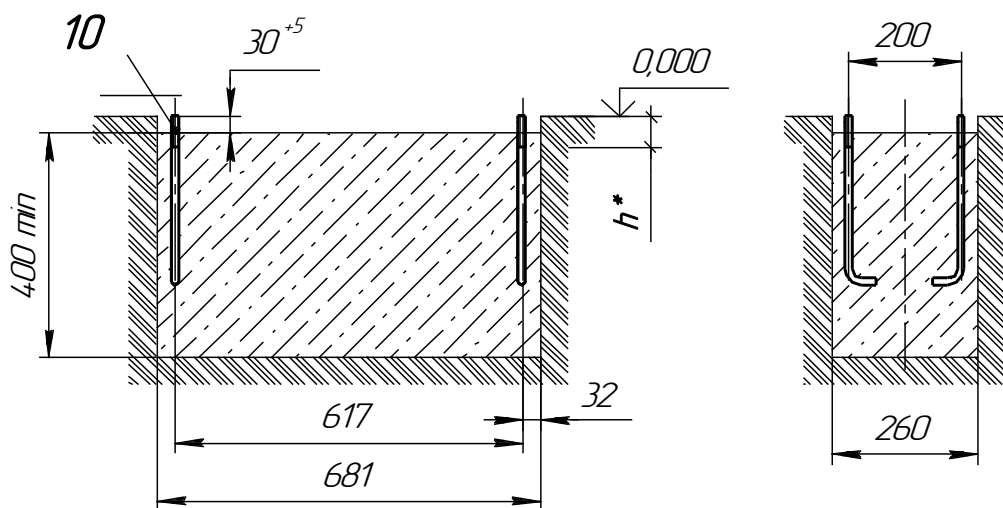

Рис. 3 (ударопоглощающее покрытие показано условно)
12.3.2 Подготовить приямок по схеме на рис. 3. Необходимая глубина приямка под заливку бетона определяется УСТАНОВЩИКОМ исходя из типа грунта в месте установки, *но не менее 400 мм*.